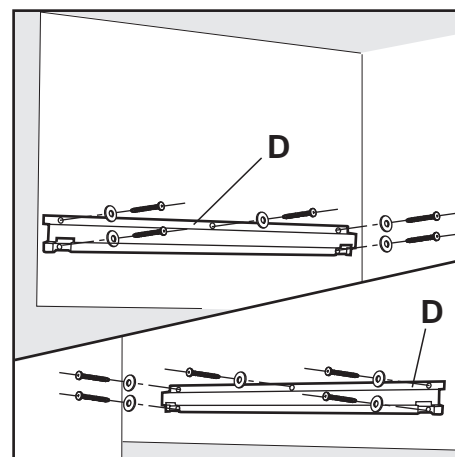

Fig. 7
- Fixez les deux cornières D (1 par pan de mur) à l'aide de 5 vis 5x45 par cornière (Fig. 7).